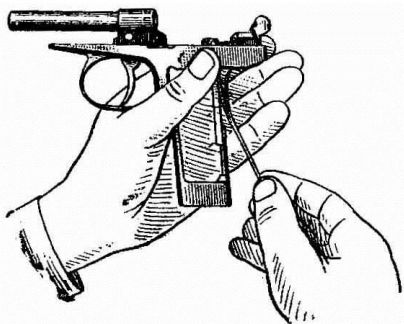

Рис. 22. Присоединение боевой пружины к рамке
7) **Присоединить боевую пружину к рамке и рукоятку к основанию рукоятки.** Положить пистолет на ладонь левой руки; повернув спусковой крючок вперед, а рычаг взвода вверх, правой рукой ввести перья боевой пружины в окно рамки и надеть пружину отверстием на прилив основания рукоятки так, чтобы широкое перо боевой пружины расположилось в углублении курка, а узкое перо - на пяточке рычага взвода. Повернуть пистолет так, чтобы задняя стенка основания рукоятки была обращена на себя, и, придерживая большим пальцем левой руки боевую пружину за защелку магазина, а указательным переднюю стенку основания рукоятки, большим и указательным пальцами правой руки надеть задвижку боевой пружины (рис. 22 и 23). Проверить правильность постановки боевой пружины, для чего несколько раз легко нажать на хвост спускового крючка. Если курок отходит назад, то пружина поставлена правильно.